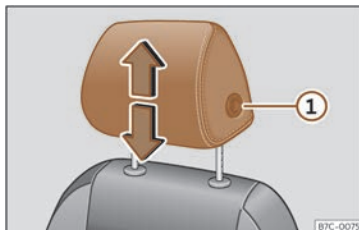
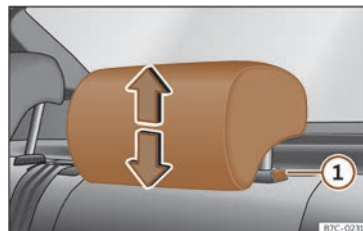

Fig. 98 Seient davanter: regulació del reposacaps.
Fig. 99 Reposacaps del darrere: regulació del reposacaps.
- Agafeu el reposacaps amb les dues mans pels costats i empenyeu cap amunt fins a encaixar-lo amb la posició desitjada. Per abaixar-lo, feu la mateixa acció, tot prement el botó lateral ① >>> fig. 98 >>> fig. 99.